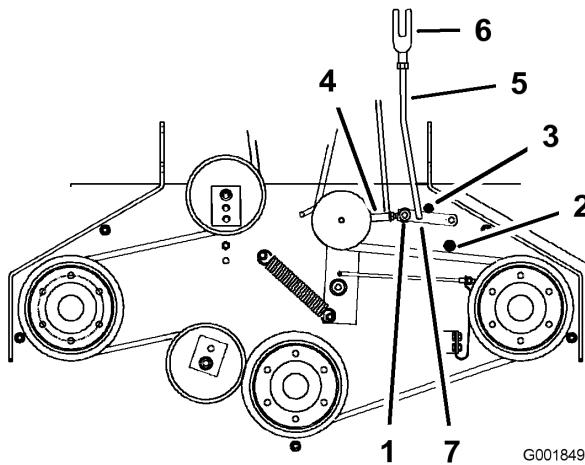

Figura 43
- 5. Asegúrese de que el brazo está en contacto con el tope trasero del brazo de la plataforma (Figura 43).
- 7. El brazo debe entrar en contacto con el tope delantero del brazo de la plataforma. Si no lo hace, la palanca acodada debe acercarse más al refuerzo (Figura 43).
- 8. Para ajustar el acoplamiento del brazo, retire el pasador de horquilla del brazo (Figura 43).
- 11. Instale el acoplamiento en el brazo y sujételo con el pasador de horquilla (Figura 43).